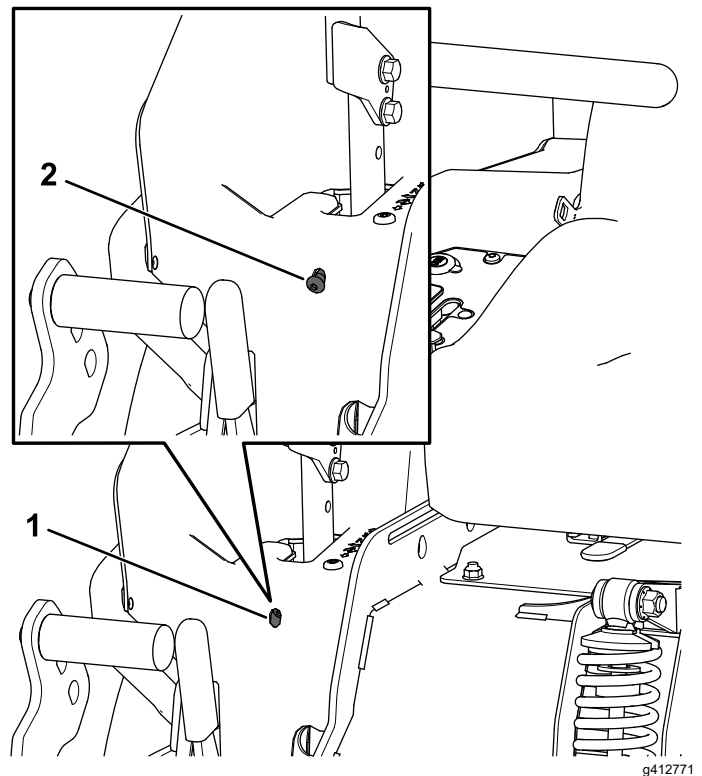

Figura 60
6. Si la máquina se desvía hacia la derecha, inserte una llave hexagonal de 3/16" a través del orificio de acceso del panel izquierdo delantero y gire el tornillo en sentido horario o antihorario para ajustar el recorrido de la palanca (Figura 60).
7. Si la máquina se desvía hacia la izquierda, inserte una llave hexagonal de 3/16" a través del orificio de acceso del panel derecho delantero y gire el tornillo en sentido horario o antihorario para ajustar el recorrido de la palanca (Figura 60).